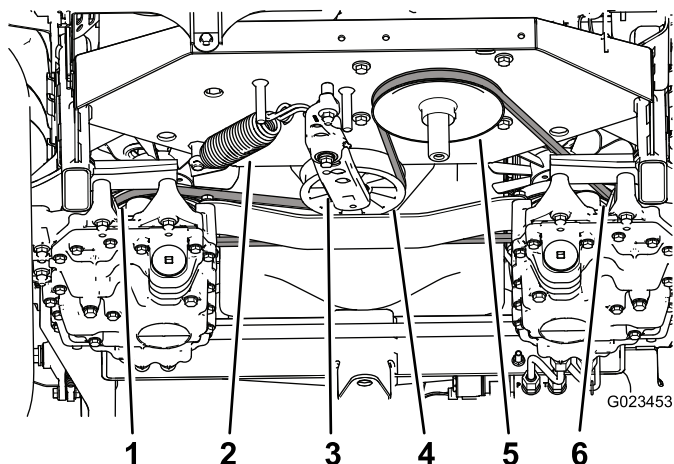

Figure 60
3. Insérez un rochet dans le trou carré du bras tendeur pour compenser l'action du ressort de tension (Figure 60), et déchaussez la courroie de la poulie de tension.
4. Décrochez le ressort de tension du bras tendeur et du cadre (Figure 60).
9. Montez le ressort sur le bras tendeur et le cadre (Figure 60).